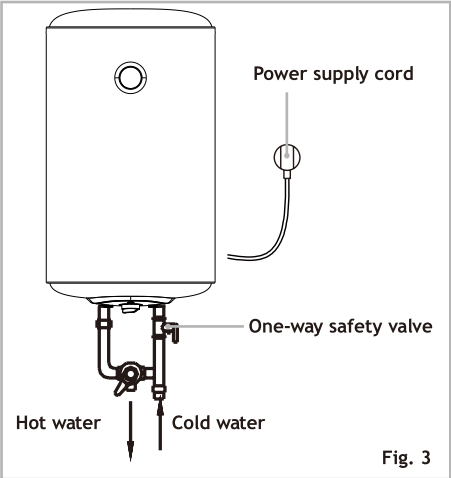

Fig. 3
4. The one-way safety valve Vertical installation attached with the machine must (Fig.3) be installed at the cold water inlet of this machine (see Fig.3).
4. Jednokierunkowy zawór bezpieczeństwa montowany pionowo, dołączony do maszyny, musi (rys.3) być zainstalowany na wlocie zimnej wody do maszyny (patrz rys.3).